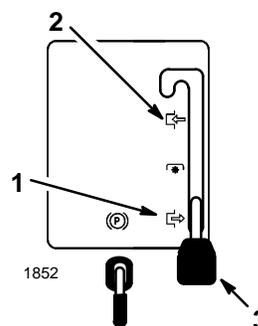

Figure 7
3. Mettre la commande de lame (PdF) en position débrayée (Fig. 7).